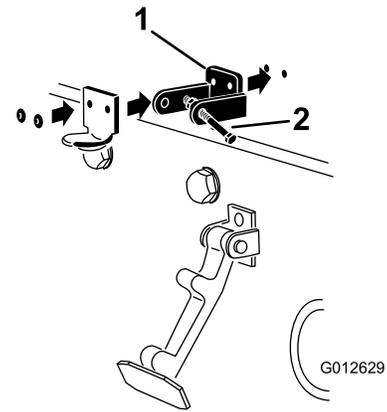

Figure 18
3. Alignez les trous de montage, puis positionnez le support de loquet CE et le support de loquet du capot sur le capot. Le support de loquet doit être appuyé contre le capot (Figure 18). Ne retirez pas le boulon et l'écrou du bras de support de loquet.
5. Rivez les supports et les rondelles sur le capot (Figure 18).